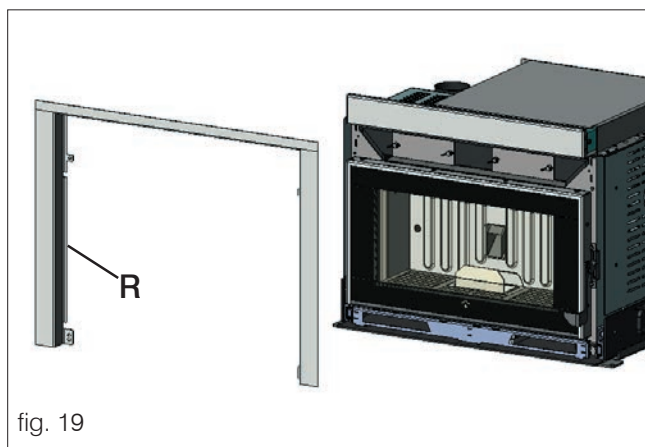

fig. 19
- Montare la cornice contorno bocca (**R** - fig. 19 - 20), in dotazione con il cassetto carico pellet, al posto di quella smontata precedentemente.